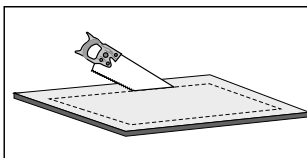

Figura 15.
- Teniendo en cuenta la (Tabla 2), demarque en la superficie de instalación, el contorno correspondiente a la base de la cubierta (Ver figura 15).
- Recorte cuidadosamente el rectángulo trazado; recuerde que esta labor debe ser realizada por personal calificado y certificado (Ver figura 15). (Ver también dimensiones del trazo a cortar para empotrar su cubierta en la tabla 2, página 8).